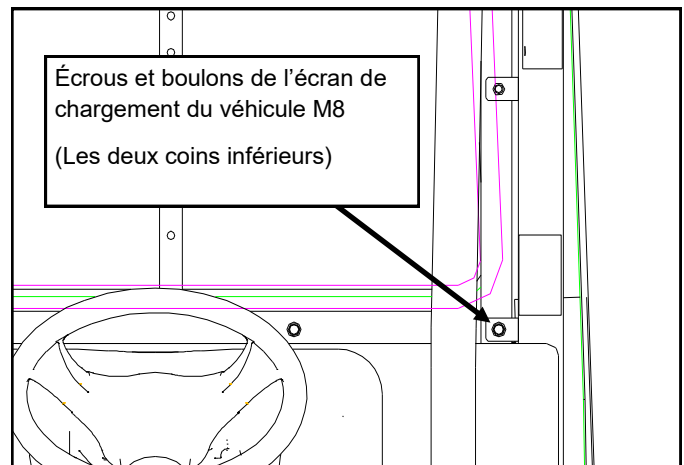

Fig. 1
1. Retirez les (2) écrous et boulons de 8 mm des coins inférieurs de l'écran de chargement et jetez-les. (voir fig.1)